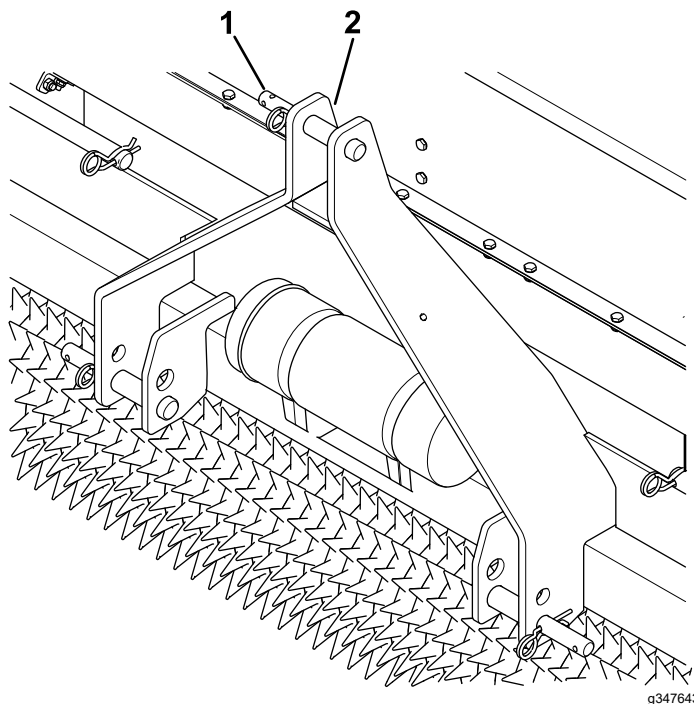

Figure 5
2. Retirez les goupilles fendues des goupilles d'attelage (Figure 5).